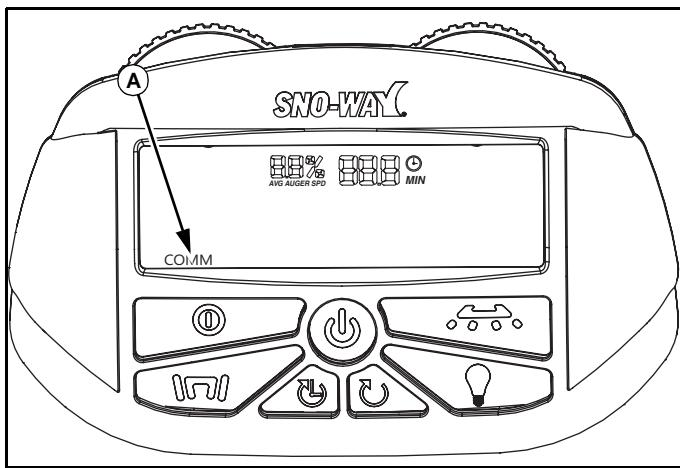

Figur 1-19
Når spinneren er overbelastet med materiale, vil ordet FAULT (B) lyse på skjermen. Den høyre spinner-skiven  (A), strømknappen  (D), og knappen for tilbakestilling av feilen  (C) vil blinke rødt. Grafen vil forsvinne og spinneren vil forsøke å løse seg selv ut av fastkjøringen. Når fastkjøringen er sluppet fri, vil sprederen gjenoppta sin tidligere drift. Hvis fastkjøringen ikke har blitt sluppet fri, vil enheten pipe, og slutte å fungere. Ordet FAULT (B) vil fortsette å lyse på skjermen. Spinnerens skive og knappen for tilbakestilling av feil blinker rødt, mens strømknappen lyser kontinuerlig rødt. (Se Figur 1-19.)